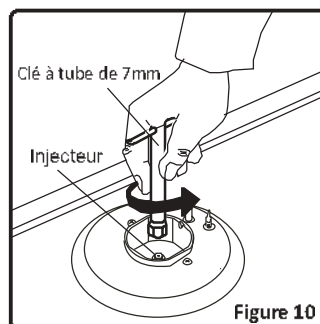

Figure 10
- Dévissez les injecteurs. Utilisez à cet effet une clé de 7 mm (Figure 10).
La longueur de la flamme à la position minimale peut se régler à l'aide d'une vis plate située au niveau du robinet. Pour les robinets avec thermocouple, la vis se trouve sur le côté de la tige du robinet (Figure 10).